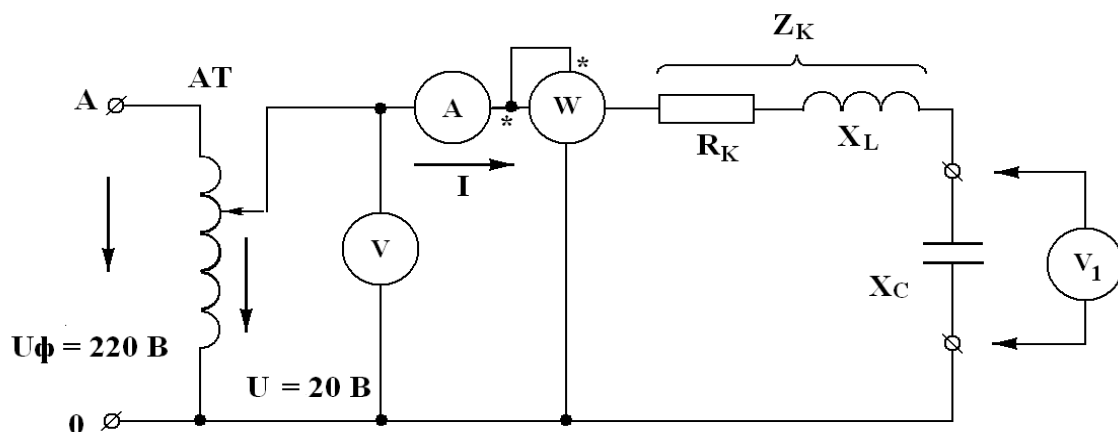

Рис.2.
1. Собрать электрическую схему (рис.2). Предъявить преподавателю для проверки.